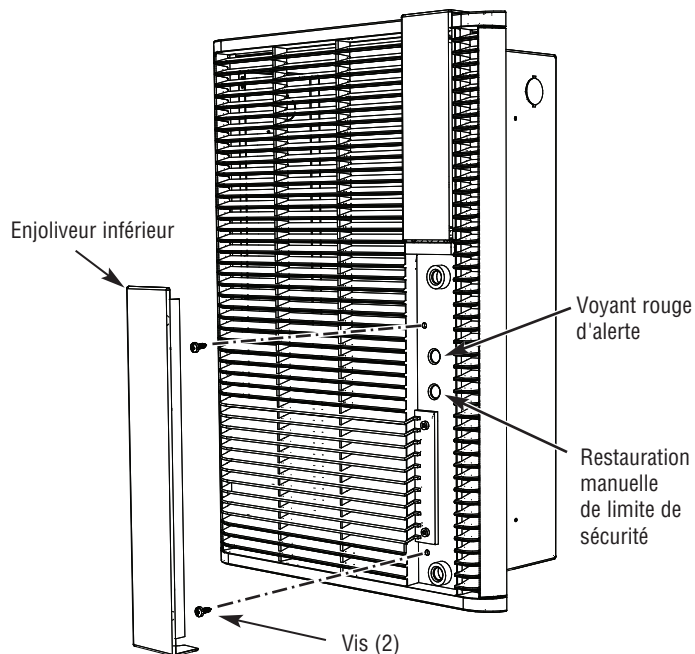

Figure 5 – Emplacements des vis de grille
4. Il y a deux trous dans la zone de l'enjolveur inférieur de la grille, qui s'alignent avec deux trous dans l'ensemble de radiateur. Insérez deux vis dans ces trous et serrez (Figure 5).
Ce radiateur est équipé d'un contrôle de limite de sécurité à restauration manuelle, qui va automatiquement couper le radiateur en cas de surchauffe pour éviter un départ d'incendie. Un voyant rouge d'alerte va s'allumer pour prévenir que la coupure de sécurité a été déclenchée. La Figure 5 indique l'emplacement de ces éléments.
#### RESTAURATION DE LA LIMITE DE SÉCURITÉ (SEE FIGURE 5)